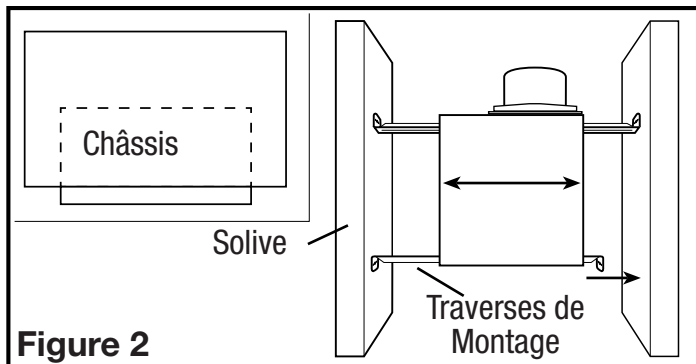

Figure 2
1. Installer les traverses sur le châssis et positionner le châssis près de la solive. Aligner le châssis pour qu'il soit à effleurement avec le plafond fini. Fixer les extrémités des traverses avec des clous ou des vis (non-comprises) aux solives et glisser le châssis à sa position finale (Figure 2).